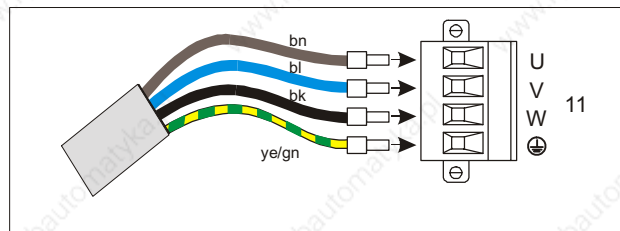

Fig. 6-2 Collegamento motore
1. Svitare le due viti di fissaggio e staccare dall'apparecchio il morsetto ad innesto (fig. 6-2).